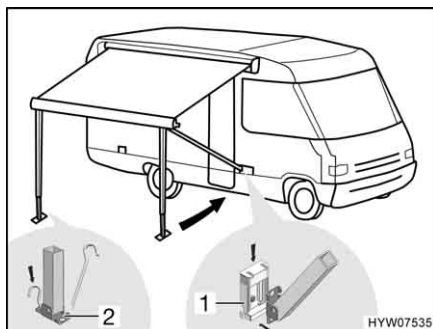

Fig. 32 Fissaggio dei montanti di supporto
- Incastrare i montanti di supporto nei supporti (Fig. 32,1) sul veicolo (se presenti), oppure fissarli sul terreno con dei puntelli (Fig. 32,2).